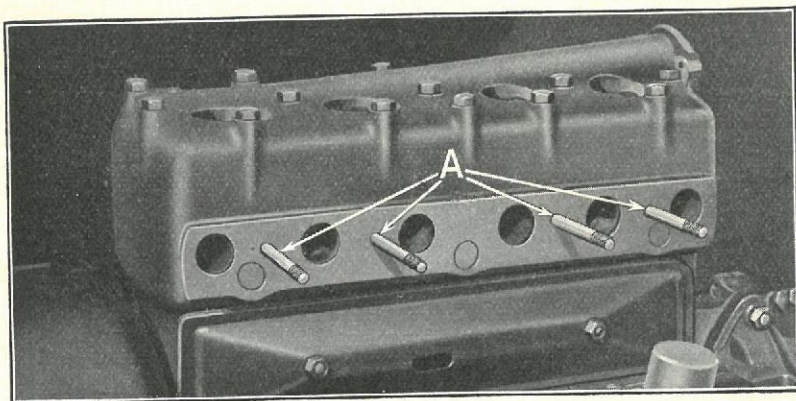

Fig. 130
- 201** Udtag de fire Indsugnings- og Udstødsrørpindbolte (Fig. 130-A).